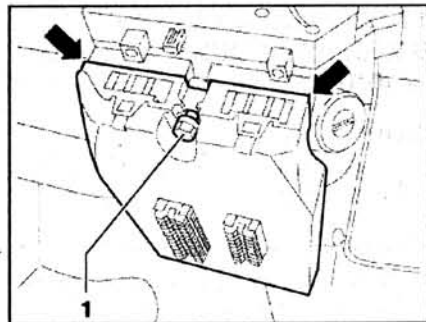

Рис. 8.55. После затягивания болта 1 блока реле должен правильно установиться по углам (стрелки).
3. Установка проводится в порядке, обратном снятию. После затягивания болта 1 блока реле должен правильно установиться по углам (стрелки) (рис. 8.55).